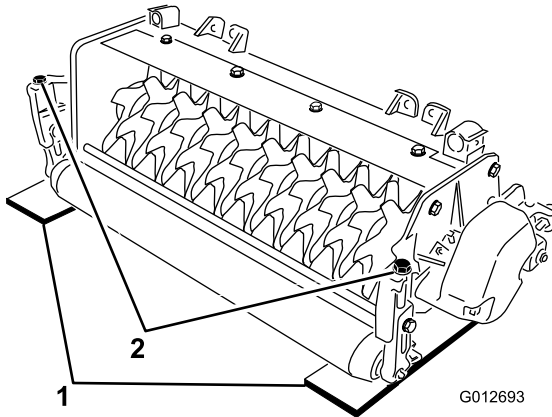

Bild 4
2. Legen Sie zwei Messlehen mit der gewünschten Bodeneindringung des Messers unter die Front- und Heckrolle der Vertikutierspindel (an jedem Ende der Spindel) (Bild 4).
3. Drehen Sie die Einstellschraube an jeder Schnitthöhenhalterung (Bild 4) so ein, dass die Messerspindeln an beiden Enden die flache Oberfläche berühren.